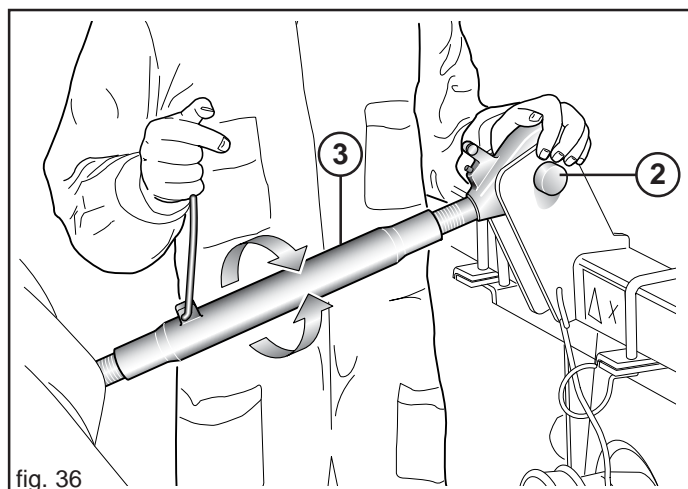
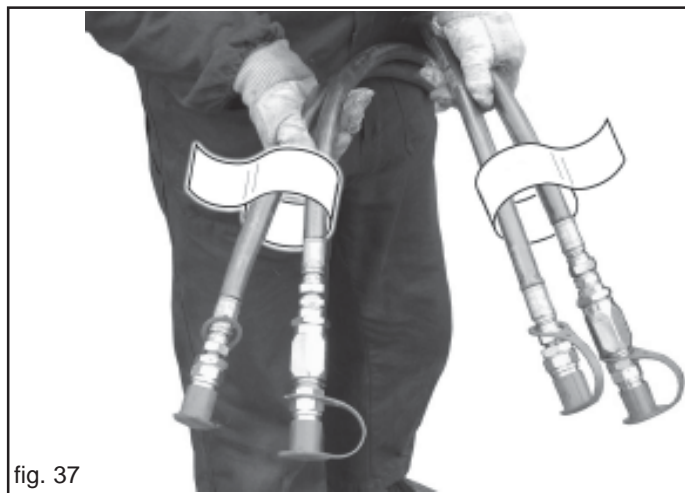
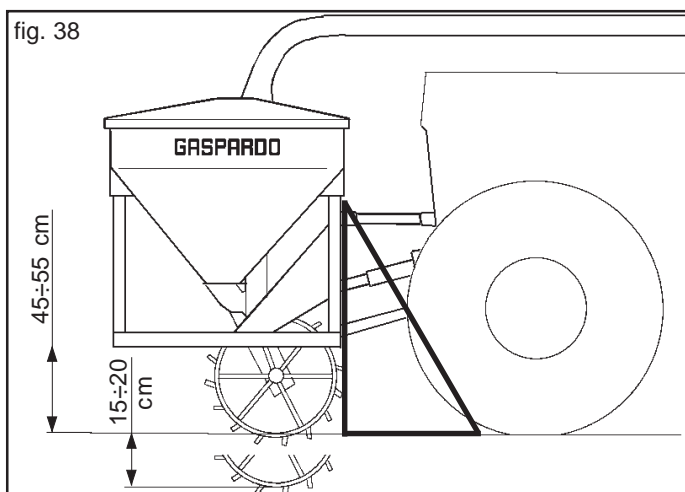

fig. 36
fig. 37
fig. 38
- 2) Cuplati al treilea punct superior (2, Fig. 36); stiftul trebuie blocat cu clema corespunzatoare; prin intermediul tirantului de reglare (3, Fig. 37) pozitionati utilajul perpendicular pe teren (Fig. 38).
- 4) Cuplati corect tuburile oleodinamice la distribuitorii tractorului respectand indicatiile de pe fiecare tub (Fig. 37).
- 5) Ridicati utilajul anterior, si indepartati picioarele de sprijin. Pentru a garanta rotatia rotii de transmisie, reglati inaltimea fata de sol a utilajului in pozitie de lucru ( $45 \div 55$  cm Fig. 38). Aceasta distanta trebuie sa fie pastrata constanta in timpul lucrului.
- 6) In conditii de lucru garantati aderența la sol a rotii motoare. Utilizati inelele lant (C), indicate in Figura 42, pentru a regla o deviatie de circa  $15 \div 20$  cm (Fig. 38).